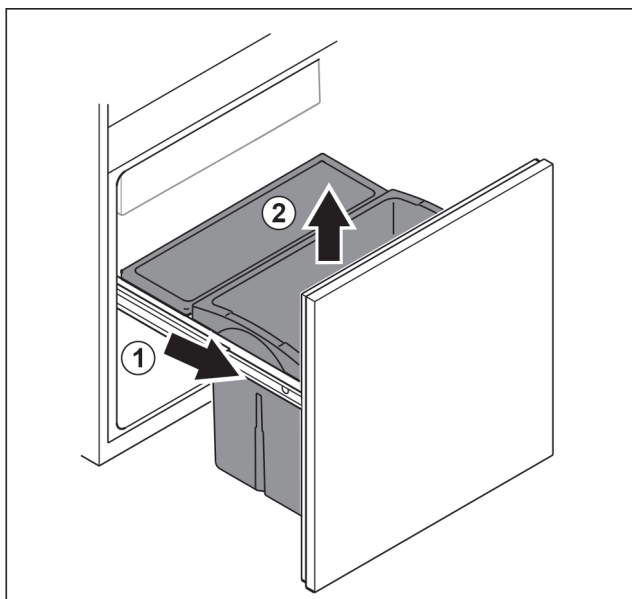

Fig. 105
- ▶ Vyťahnite vyťahovací vozík až na doraz. Fig. 105 (1)
- ▶ Odoberte zásuvku nahor. Fig. 105 (2)